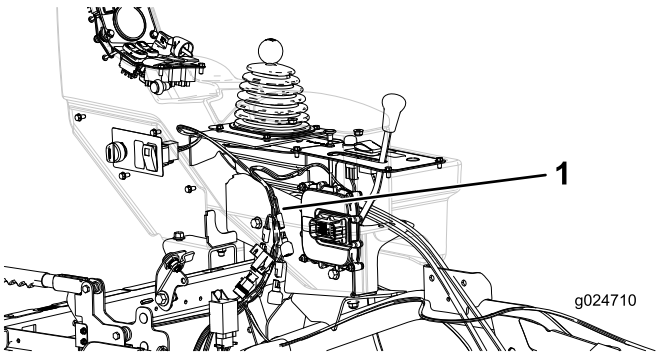

Figure 26
2. Acheminez le faisceau vers la console latérale (Figure 26).